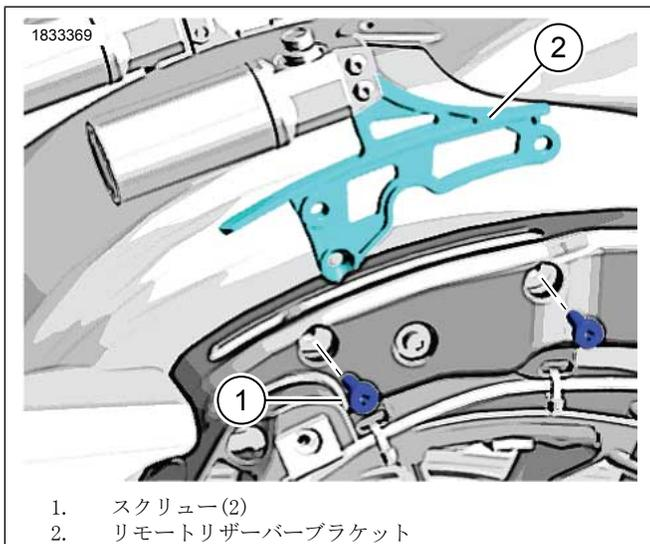

図2。リモートリザーバーブラケットを取り外します。
1. 図2を参照してください。スクリュー(1)を取り外します。廃棄する。